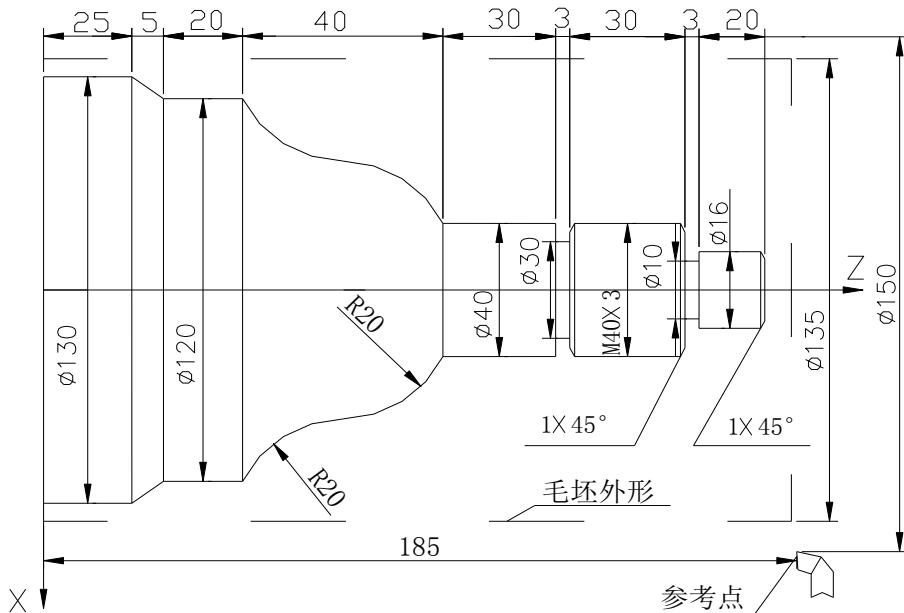

图 7-4-5 加工实例
**示例 4:** 综合加工 加工图 7-4-5 所示工件 (G71、G92)。